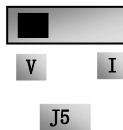

图 5-5
- (5) 闭合 D13 开关，电机开始正向运转；
- (6) 在运行中，断开 D13 开关，再闭合 D14 开关，电机运行方向改变；
- (7) 断开 D13 开关和 D14 开关，电机减速，直到停止运行；
- (8) 断开空气开关，变频器断电。
- (9) E600 5.5kW 及以下机型仅有一路模拟量输出端子 A01，E600 7.5~22kW 相关整机有两路模拟量输出端子 A01、A02，A02 端子只可以输出电流信号；A01 端子既可以输出电压信号也可以输出电流信号，电压电流输出选择开关是 J5，见图 5-5，A01 输出关系如表 5-3。